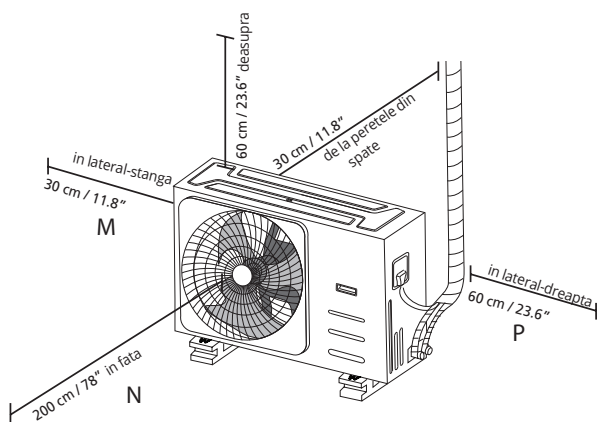

Fig. 4.10
**NOTA:** Distanța minimă între unitate și pereți, nu se va aplica în cazul camerelor etanșe. Asigurați-vă că unitatea va fi neobstrucționată pe cel puțin 2 dintre cele 3 laturi (M, N, P). (Fig. 4.10)